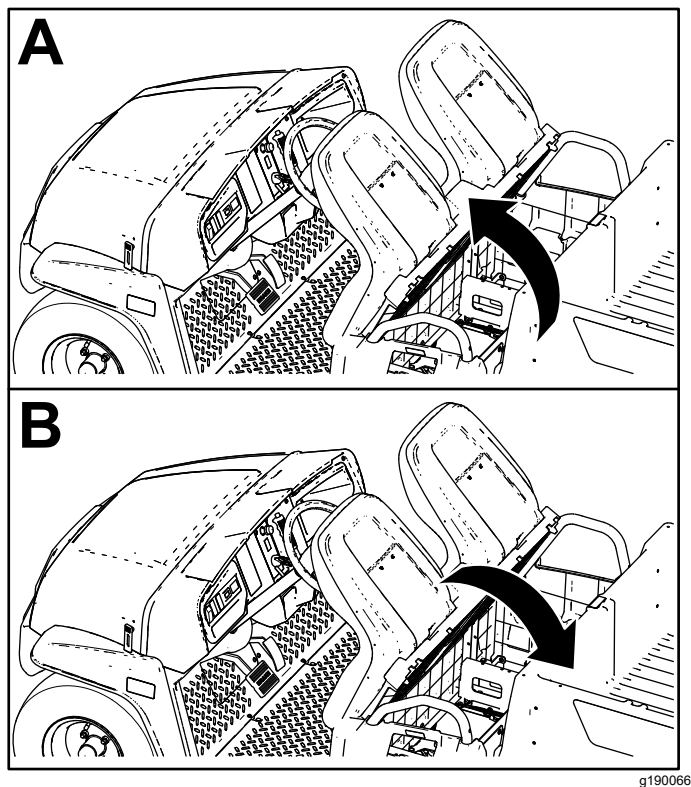

Figure 27
Pour lever l'ensemble sièges, basculez-le en avant jusqu'à ce qu'il soit en appui sur le volant (Figure 27).
Pour baisser l'ensemble sièges, rabattez-le en arrière jusqu'à ce qu'il retrouve sa position initiale (Figure 27).
1. Basculez l'ensemble sièges en avant, en position levée (Figure 27).